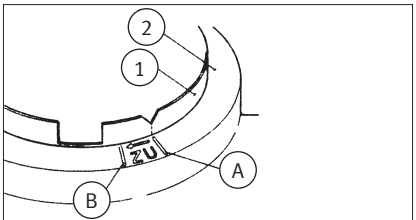

Abb. 9/Fig. 9/ Puc. 9/图9
- Audi 4 缸/ 5 缸, 配前轮驱动,** 图 9:
- Audi 8 缸АНК 发动机代码,** 图 9 或 10: